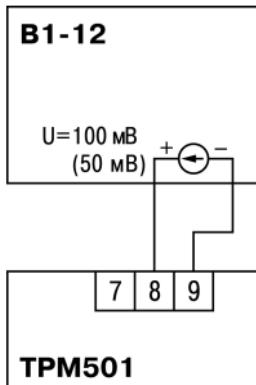

Рисунок 8.4 – Схема подключения
1. Подключить ко входу (клещи 7 – 9, см. рисунок 8.4) прибора вместо датчика дифференциальный вольтметр В1-12, включенный в режиме калибратора напряжения.